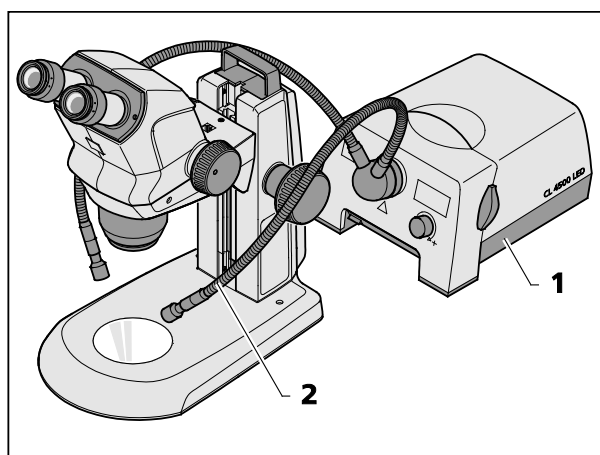

Fig. 10 Montage de l'éclairage externe à fibre optique
- Allumez la source d'éclairage externe à fibre optique (Fig. 10/1), réglez l'intensité lumineuse et courbez les deux flexibles en col de cygne (Fig. 10/2) de façon à éclairer l'objet de manière optimale.